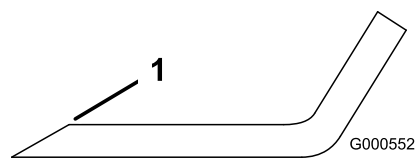

Figure 76
1. Au moyen d'une lime, aiguissez les tranchants aux deux extrémités de la lame (Figure 76).
Remarque: Si la lame est déséquilibrée, limez un peu l'extrémité de l'ailette seulement (Figure 76).